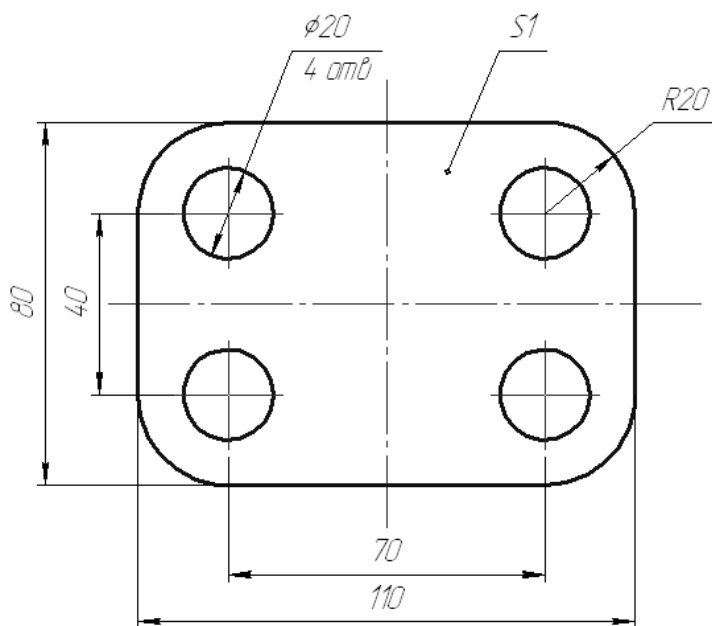

Рис. 2.19
10. Закончить оформление чертежа, проставив в нем необходимые размеры. На рисунке курсором помечены объекты для простановки размеров путем указания базовых объектов. Точками помечены размеры, которые нужно построить указанием базовых точек (рис. 2.19).
11.2. Щелкнуть в точке 1 (рис. 2.19) – с указания этой точки начинается построение линии-выноски. По умолчанию на конце линии-выноски система автоматически генерирует стрелку. Необходимо поменять вариант окончания стрелки. Для этого в Строке текущего состояния вызвать команду Параметры и поменять вид стрелки на точку.